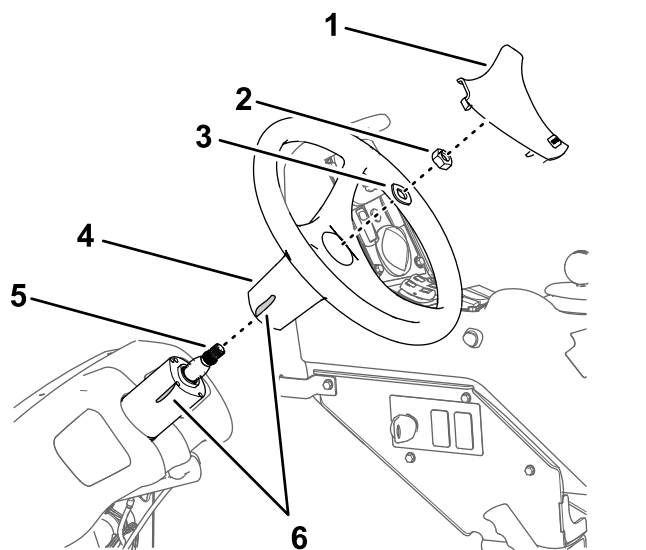

Figure 159
2. Déposez le couvre-moyeu du volant (Figure 159).
3. Retirez l'écrou (5/8") et la rondelle (5/8") qui fixent le volant à la valve de direction, et déposez le volant (Figure 159).
1. Avec un morceau de ruban adhésif, repérez la position du volant par rapport à la valve de direction (Figure 159).